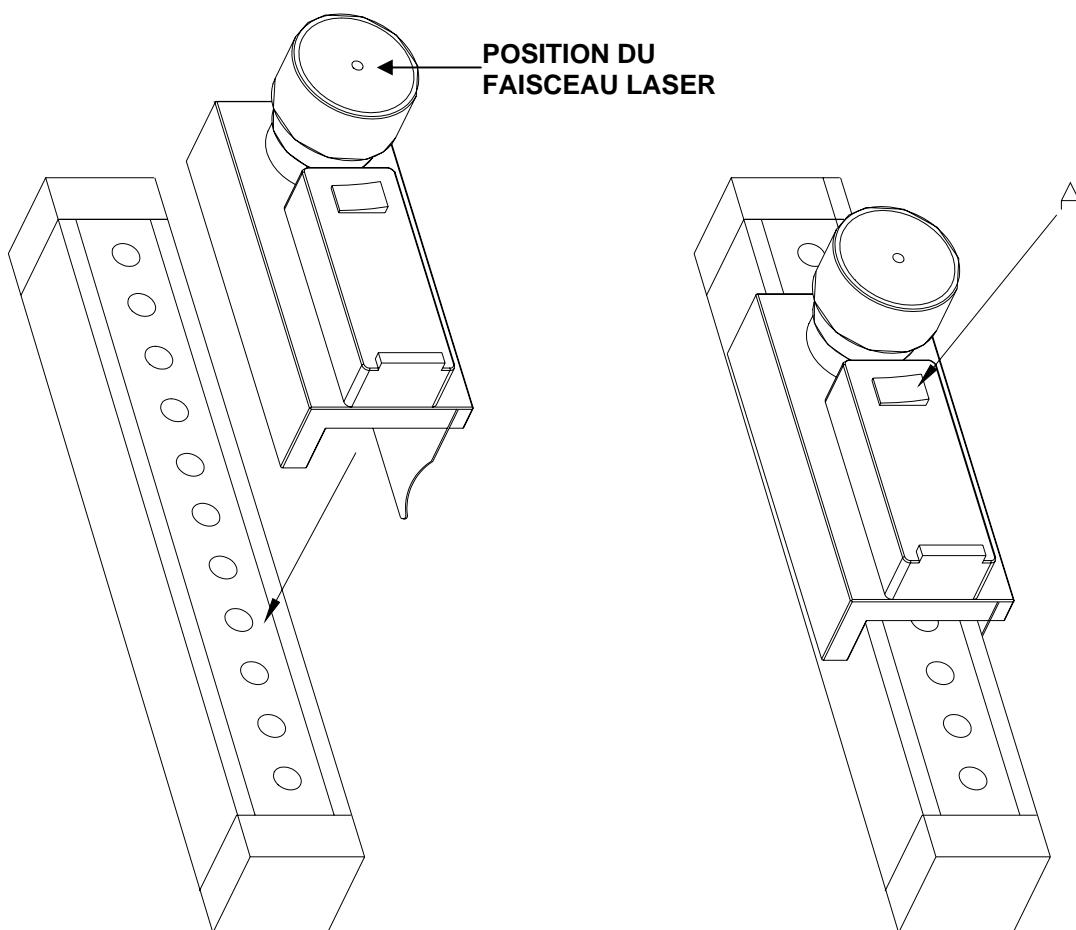

Figure 1
- Mettre le dispositif en marche au moyen de sa commande ON/OFF (**fig.1 détail A**).